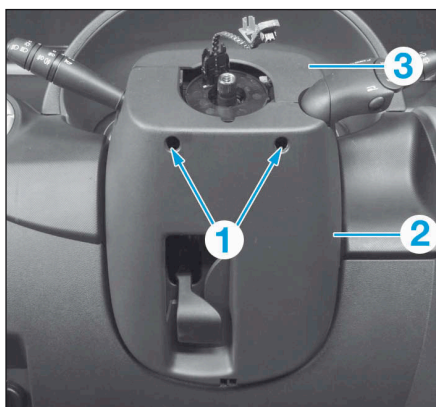
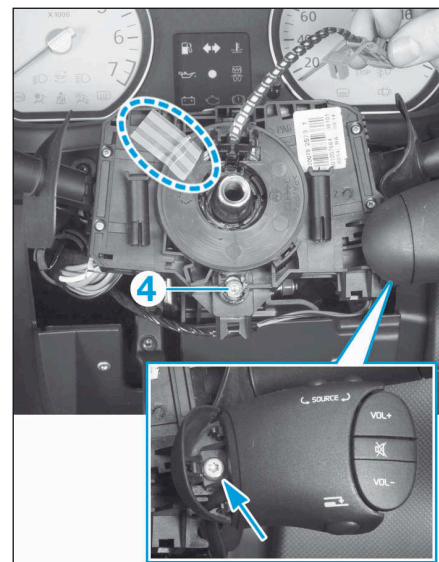

FIG.3
FIG.4
- Déposer les vis (1) (Fig.3).
- Dégrafer la demi-coquille inférieure (2) puis supérieure (3).
- Desserrer la vis (4) fixant l'ensemble de commandes sous volant (Fig.4).